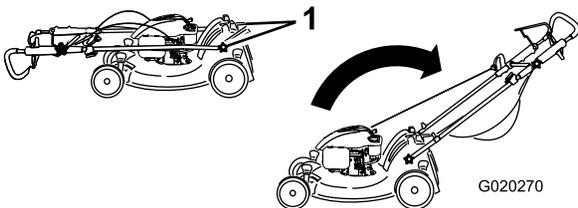

Figura 3
1. Retire los pomos del manillar de la carcasa de la máquina (Figura 3).
1. Pomo del manillar (2)
3. Instale y apriete los pomos del manillar que retiró en el paso 1 (Figura 3)